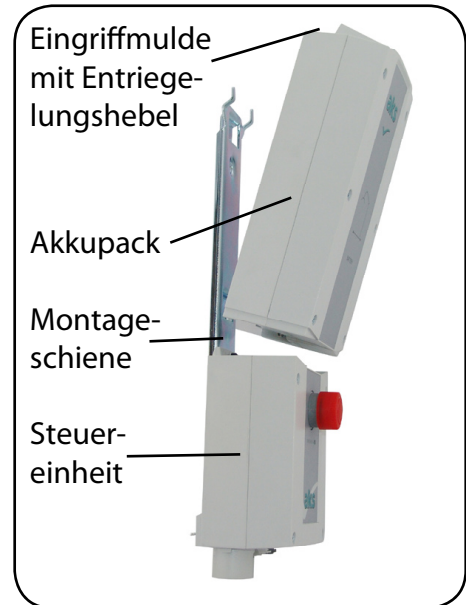

Abb. 8.5.04 - Akkupack
2. Greifen Sie von oben in die Griffmulde am Akkupack und ziehen Sie mit den Fingern den Entriegelungshebel nach oben (Abbildung 8.5.04).
3. Kippen Sie gleichzeitig das Akkupack ein Stück von der Montageschiene weg und anschließend nach oben aus der Halterung (Abbildung 8.5.04).
2. Greifen Sie von oben in die Griffmulde am Akkupack und ziehen Sie mit den Fingern den Entriegelungshebel nach oben (Abbildung 8.5.04)